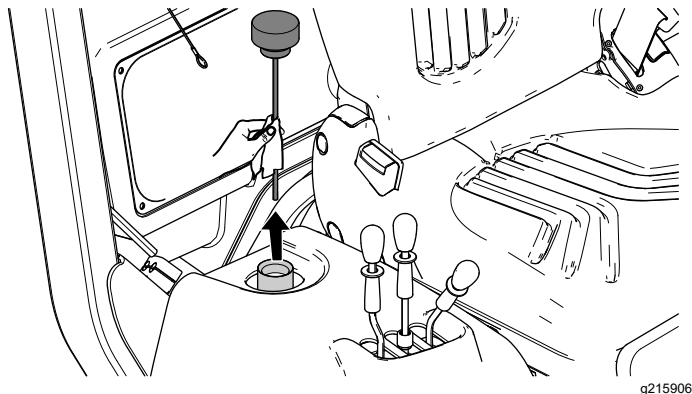

図 98
4. 油圧オイルタンクからディップスティックを抜きウェスで一度きれいに拭く 図 98。